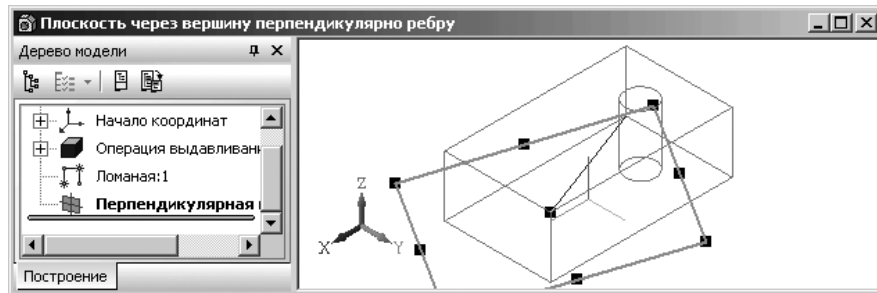

Рис. 8.15. Результат построения **Плоскости через вершину перпендикулярно ребру**. Для наглядности она выделена
- переместите указатель мыши на нужную вершину модели и, как только появится знак вершины (звездочка), появитесь и фантом **Плоскости через вершину перпендикулярно ребру**, а затем щелкните мышью. Пример такого состояния показан на рис. 8.15.